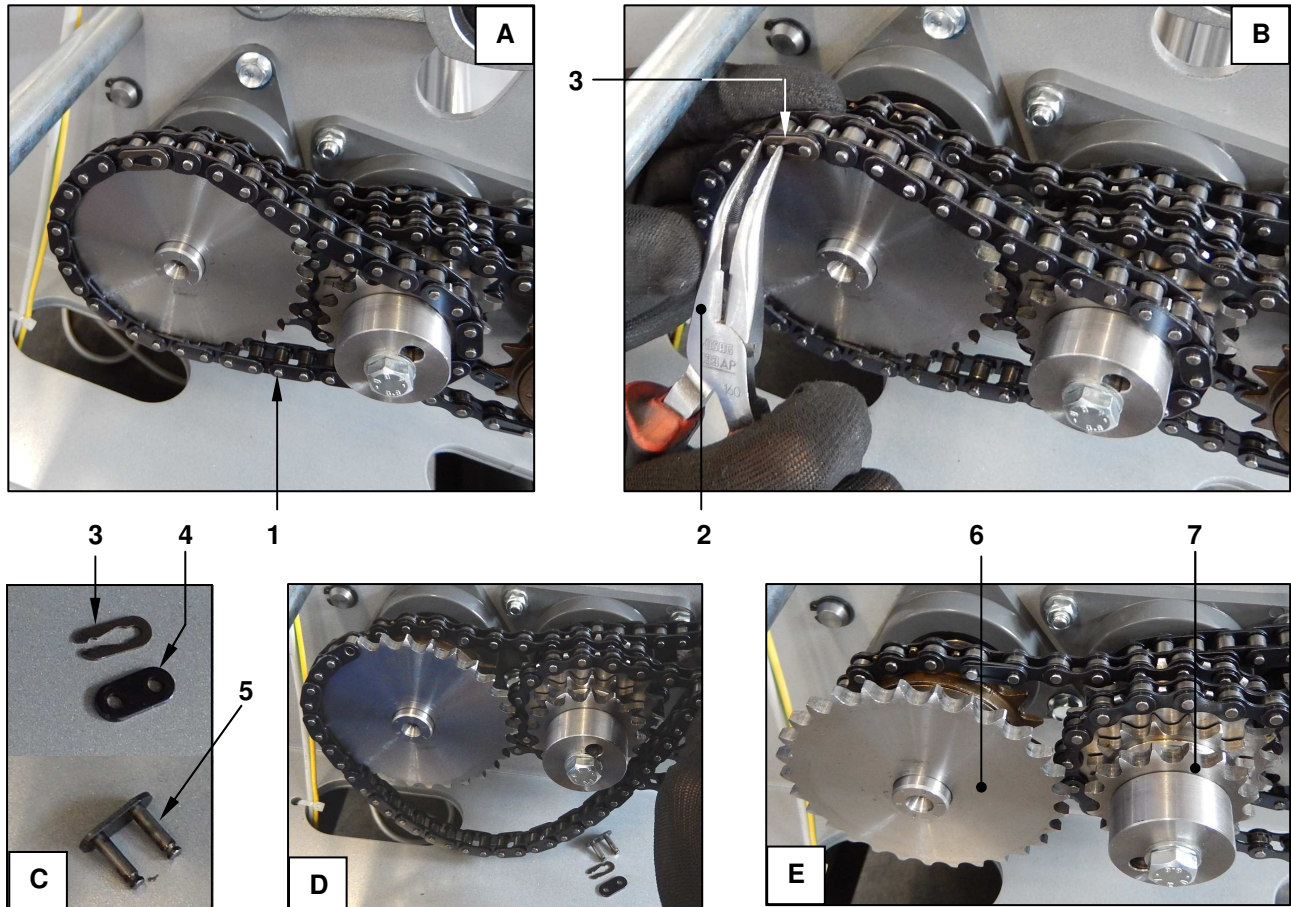

Рис. 42 - Замена передаточной цепи
Порядок снятия цепи (1) (см. Рис. 42):
2. Длинногубцами (2) снимите соединительную серьгу (3) (фото В), затем пластину соединительного звена (4) и вытяните пальцевое звено (5) (фото С). Теперь цепь (1) можно снять (фото D - E)
3. Оденьте цепь на звёздочки (6 и 7 на Рис. 42). Сведите концы цепи, чтобы их можно было соединить замком, пальцевым звеном (5). Установите пластину соединительного звена (4) (используйте новые пальцевое звено, соединительное звено и серьгу (3)).
4. С помощью длинногубцев (2) заблокируйте замок серьгой (3).